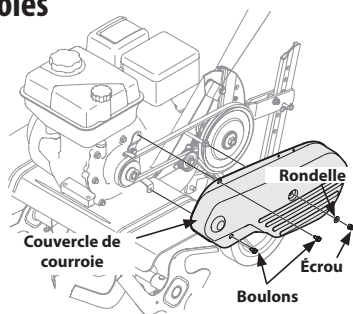

Figure 17
2. Enlevez les deux boulons, l'écrou autobloquant et la rondelle du couvercle de courroie, puis retirez le couvercle de courroie à partir du côté gauche de l'appareil. Voir Figure 17.